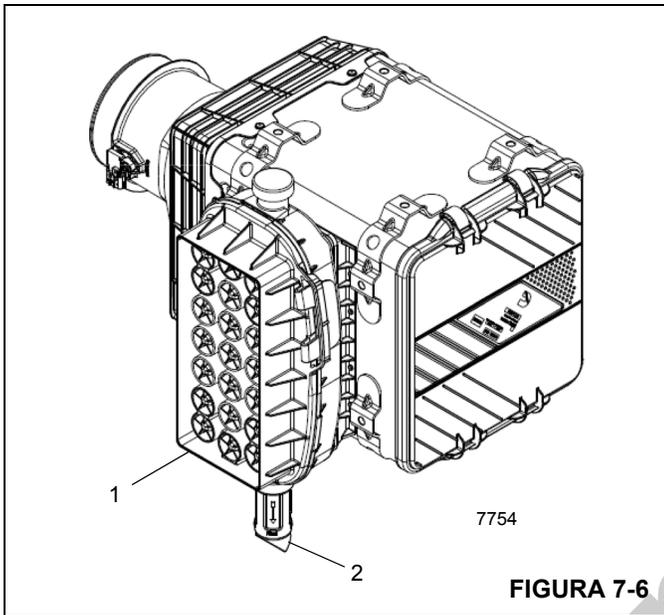
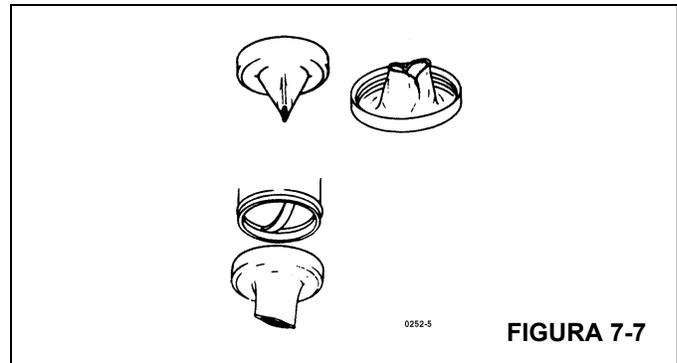

FIGURA 7-6
FIGURA 7-7
O pré-purificador (1) (Figura 7-6) evita a entrada de detritos grandes no purificador de ar e deve ser limpo periodicamente, especialmente ao trabalhar em condições severas de poeira. Remova a metade superior do pré-purificador liberando as duas travas nas laterais do pré-purificador. Remova todos os resíduos de dentro do pré-purificador e monte novamente.
As válvulas Vacuator (2, Figura 7-6) (Figura 7-7) são projetadas para expelir automaticamente a poeira solta e sujeira do corpo do purificador, prolongando assim a vida útil do elemento. Os lábios da válvula devem estar voltados diretamente para baixo e sem detritos para operar eficientemente. Lama e resíduos podem se alojar nesses lábios periodicamente, mantendo-os abertos durante a operação do motor.